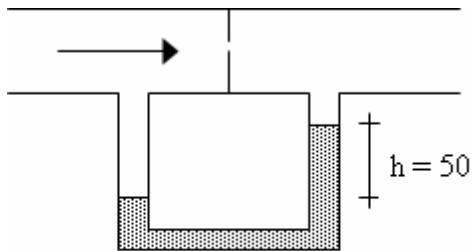

Figura 1.1
19. Se tiene un medidor placa orificio ubicado en una tubería por donde circula aire. La máxima caída de presión que se espera en el orificio es de 20,7 kPa. Se desea instalar un manómetro en “U” para medir la caída de presión al variar el caudal que circula por la tubería (ver Figura 1.1). Diseñe el manómetro que mejor se ajuste a las condiciones del problema (ver Tabla 1.1), y explique por qué descarta los otros.